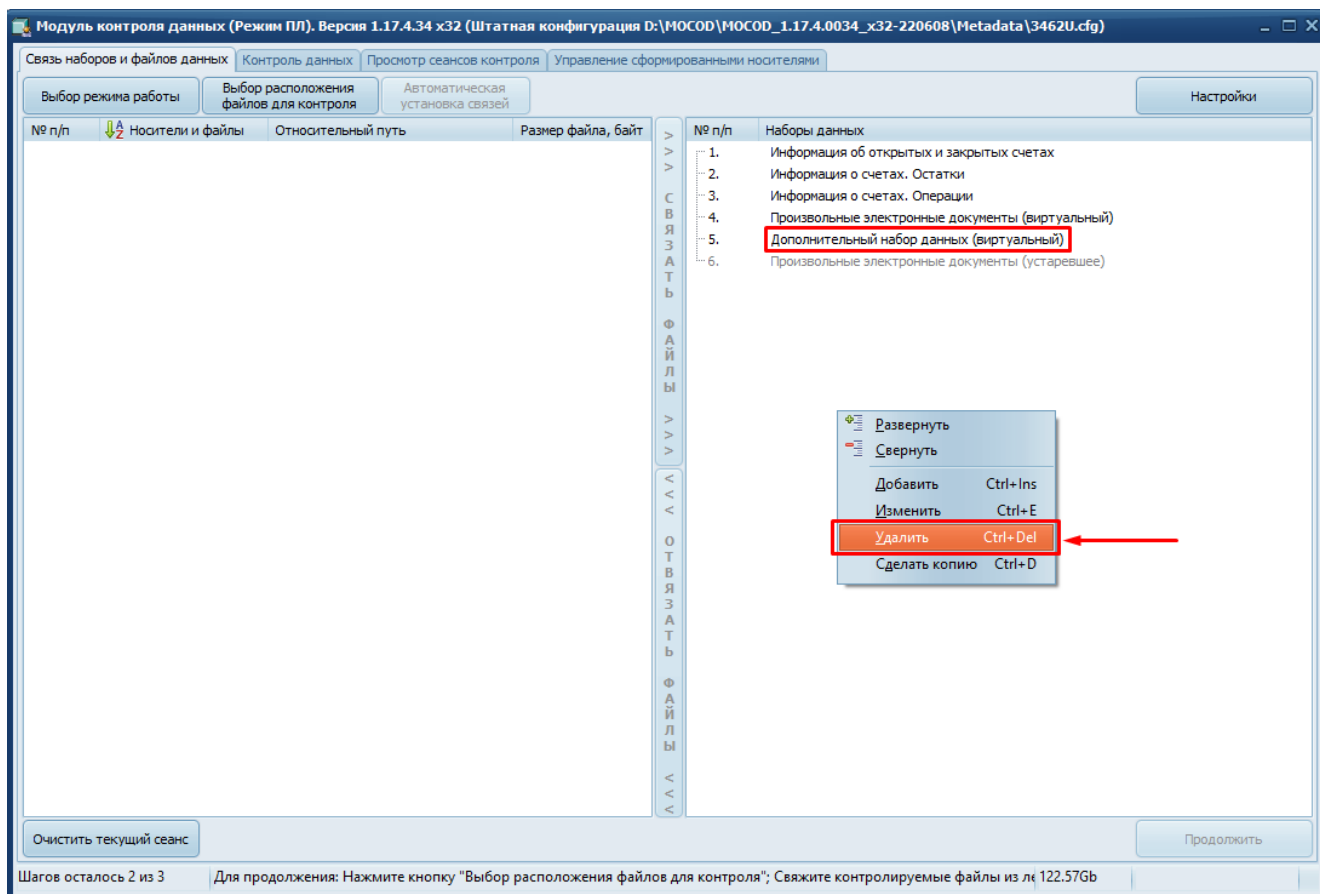

Рисунок 14 – Переход к удалению добавленного виртуального набора данных
2) Нажать правой кнопкой мыши в правой панели рабочей области и выбрать вариант «Удалить» (Рисунок 14), либо нажать комбинацию клавиш «Ctrl+Del» на клавиатуре.